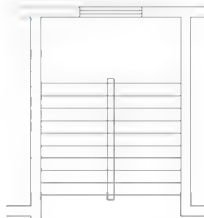

图 2.103 绘制出矩形
② 在指定另一个角点或 [面积(A)/尺寸(D)/旋转(R)]: 提示下, 输入矩形右上角点相对于左下角点的坐标, 即 “@160, 2920” ( $2920=2700+2\times110$ ) 后, 按 Enter 键结束命令。这里的 “160” 是梯井的宽度, 结果如图 2.103 所示。
(3) 使用【偏移】命令将矩形向外偏移 80mm。